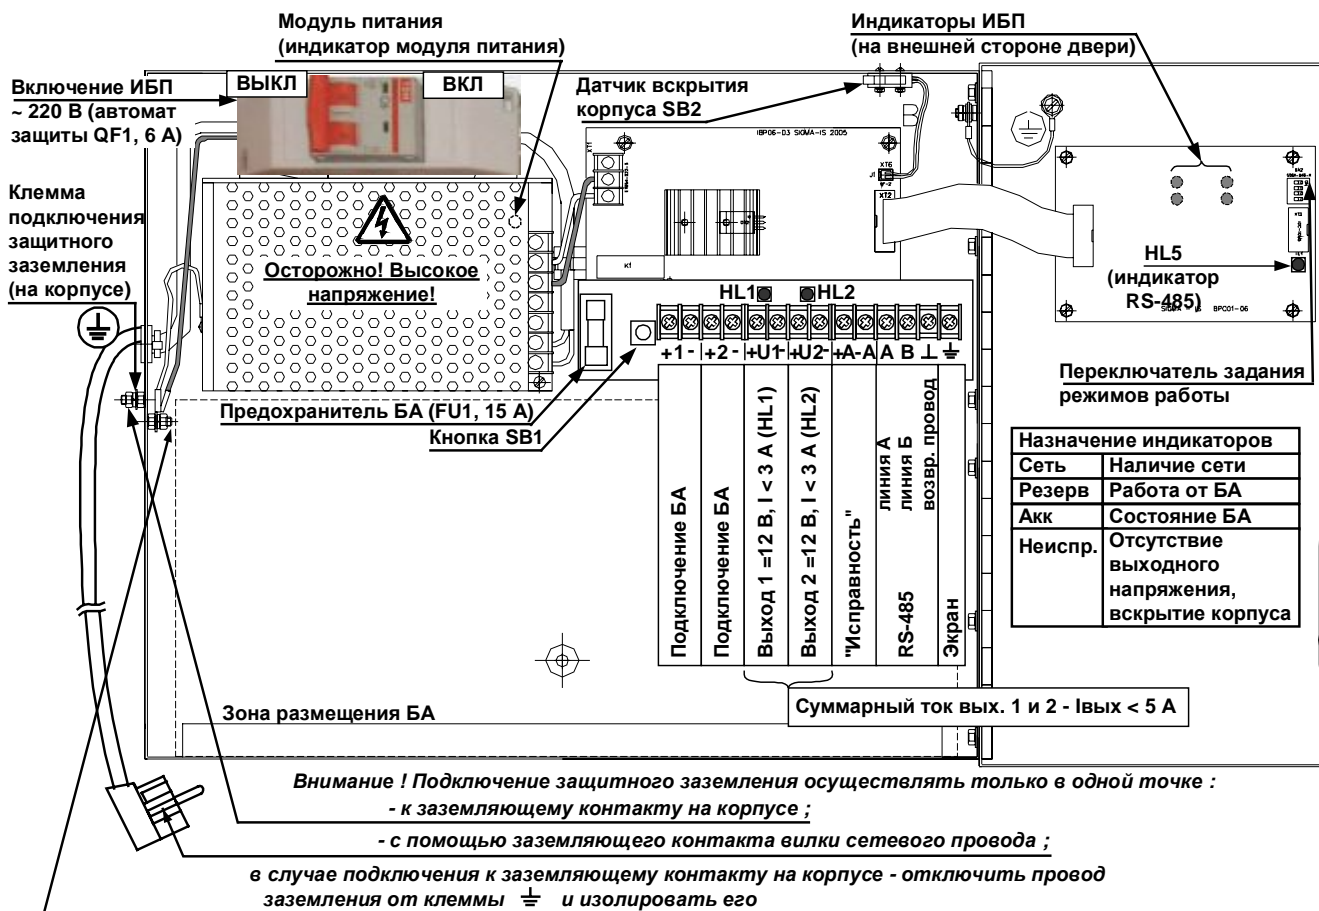

Рис. 2 Внешний вид ИБП с открытой дверью
Внешний вид ИБП с открытой дверью представлен на Рис. 2. Корпус блока имеет вентиляционные отверстия для отвода тепла. В корпусе установлен автомат защиты с тумблером включения «Сеть 220 В». На боковых поверхностях корпуса имеются отверстия, через
Справа на боковой поверхности корпуса расположен винт для подключения защитного заземления (см. Рис. 2).
6.4.6 Корпус ИБП должен быть обязательно заземлен! Подключение заземления ИБП производится медным проводом сечением не менее 1,5 мм² к винту на правой стороне корпуса или с помощью сетевой вилки с заземляющим контактом, вывод от которого присоединен к клемме заземления Рис. 2. В случае подключения заземления к винту корпуса – отключить провод заземления от клеммы \perp и изолировать его.